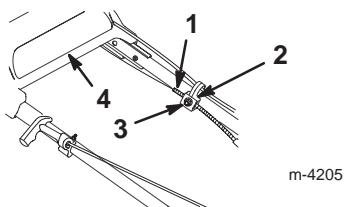

Figure 22
3. Desserrez l'écrou du support de guidage du câble (Fig. 22).
5. Repoussez la partie supérieure du mancheron le plus loin possible en arrière, appuyez sur la patte du câble d'autotraktion et abaissez la gaine du câble (vers la tondeuse) pour éliminer le mou du câble (Fig. 22).
6. Serrez l'écrou du support de guidage du câble (Fig. 22).